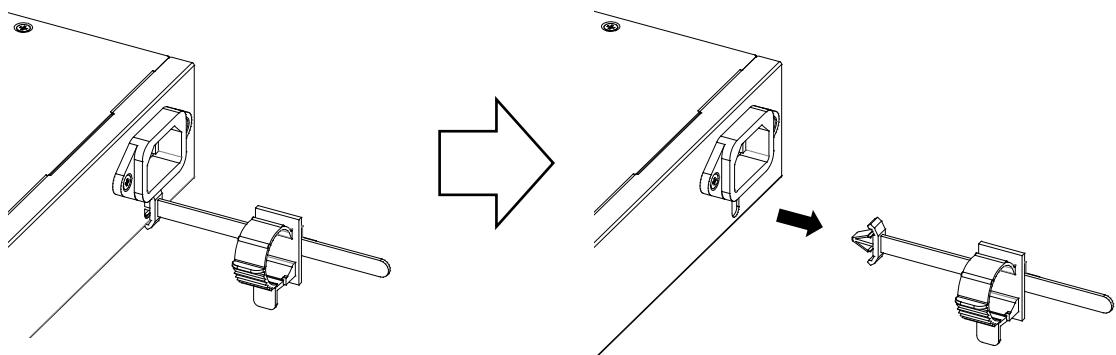

図 3-27 AC 電源コードストッパーの取り外し方法 2
(5) AC 電源コードストッパーを装置から取り外す場合は、AC 電源コードストッパーを 90° 回転させて引き抜いてください。 (図 3-27 参照)